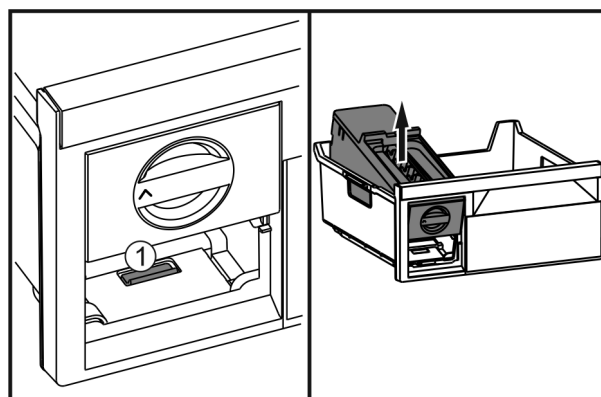

Fig. 42
- ▶ Нажать на накладку Fig. 42 (1), EasyTwist-Ice поднять сзади и вынуть из выдвижного ящика морозильника.